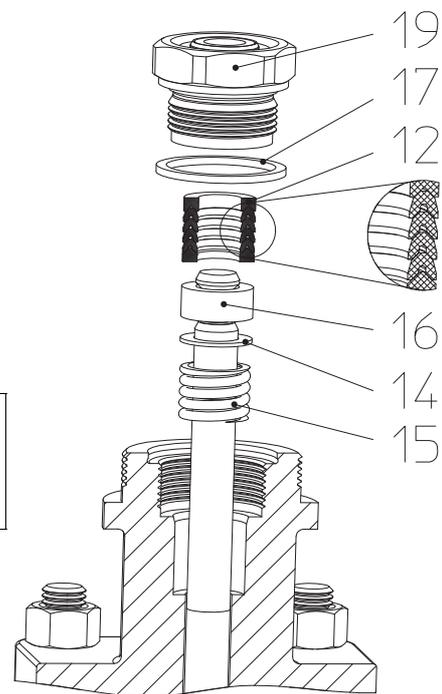

Fig. 6:
- Lors du remplacement des garnitures supérieures (pos. 12), veillez au bon ordre et à la position de montage correcte des différents éléments (voir Fig. 6).
- Le joint (pos. 17) doit être remplacé.